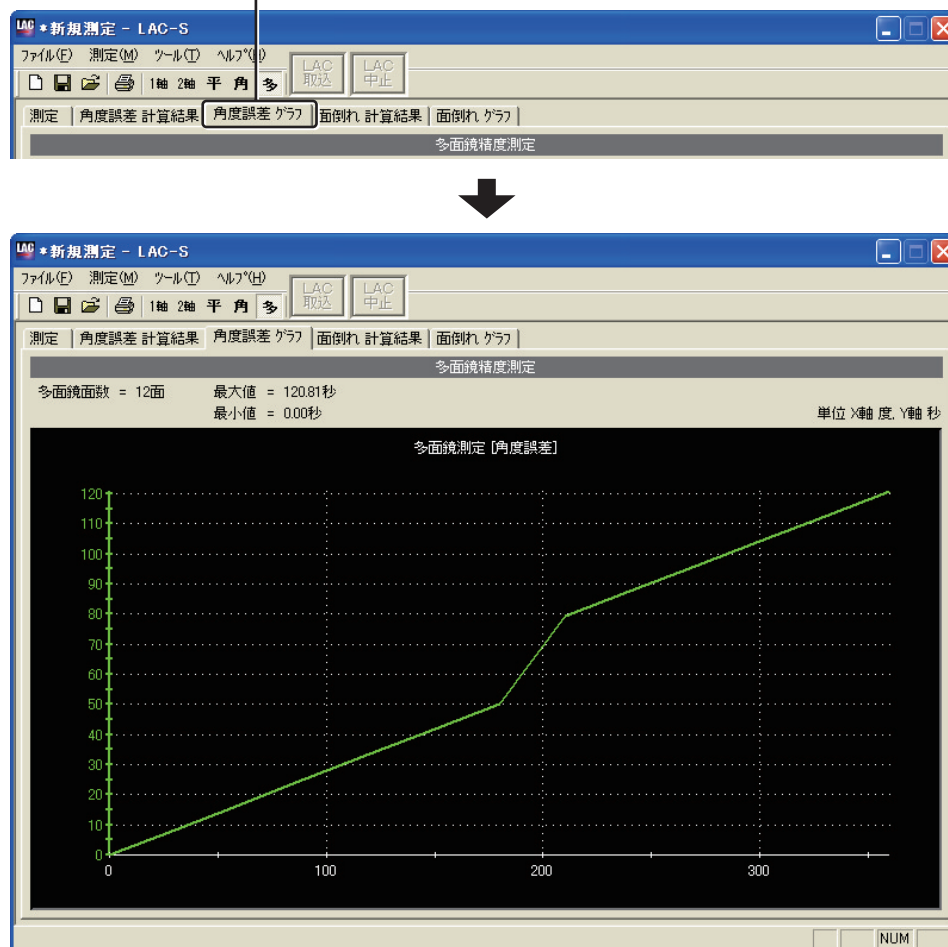

図5-11-10
5.11.2で行った計算結果を「角度誤差 グラフ」で表示します。角度割出精度測定画面の[角度誤差 グラフ]タブをクリックすると「角度誤差 グラフ」が表示されます(図5-11-10)。